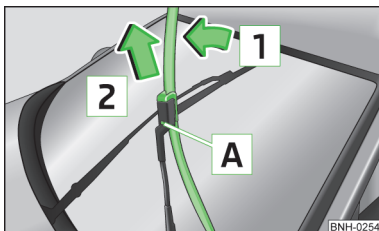

Fig. 142
- Levantar la varilla del limpiaparabrisas del cristal en el sentido de la flecha **1** » fig. 142.